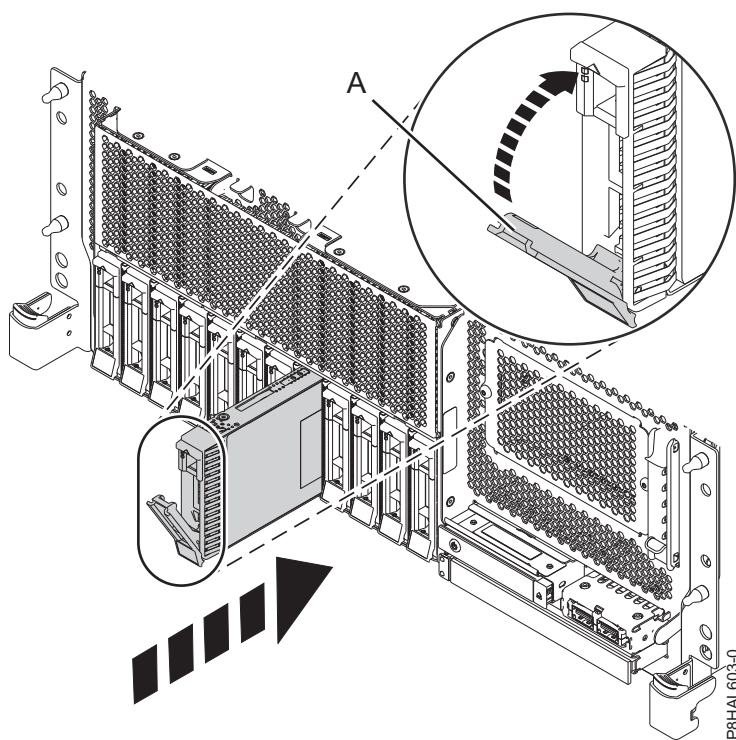

Figura 93. Substituir uma unidade de disco num sistema de função base montado em bastidor
4. Desbloqueie a pega do compartimento de unidade (**A**) apertando-a e puxando-a para fora. Se a pega não estiver completamente fora, a unidade não deslizará para dentro do sistema. Consulte a Figura 93 na página 106, Figura 94 na página 106, Figura 95 na página 107 e a Figura 96 na página 108.
9. Quando o LED identificador permanece ligado, deslize a unidade completamente para o sistema e empurre a pega da unidade (**A**) até bloquear, como mostrado na Figura 93 na página 106, Figura 94 na página 106, Figura 95 na página 107 e a Figura 96 na página 108.